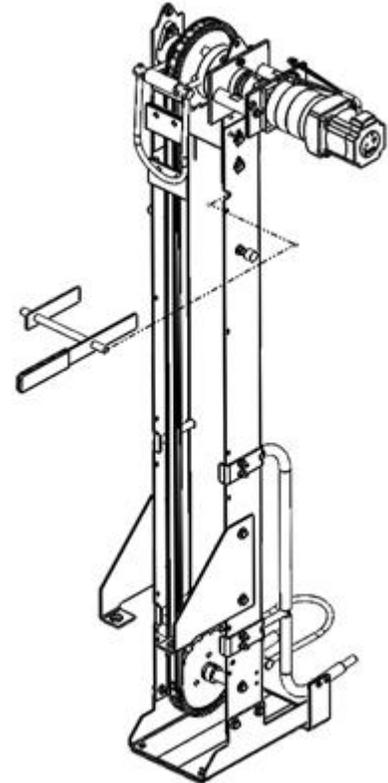

Abbildung E-15, Kettenhub-Spannungswerkzeug
4. Lösen Sie die Schrauben (4), die den Hauptrahmen des Kettenzugs halten, um den oberen Rahmen des Kettenzugs zu heben.
5. Kettenhub-Spannwerkzeug (051-200-472) in die Schlitze im Kettenhub-Hauptrahmen einsetzen. Zwei Hebel müssen sich durch die Schlitze erstrecken. Die Zugwerkzeugstange muss zwischen Kette und Kettenhub-Hauptrahmen positioniert sein. Siehe Abbildung E-15.
6. Drücken Sie den Hebel des Spannwerkzeugs nach unten, um den oberen Rahmen der Kette anzuheben. Schrauben (4) unter Beibehaltung der richtigen Kettenspannung anziehen.